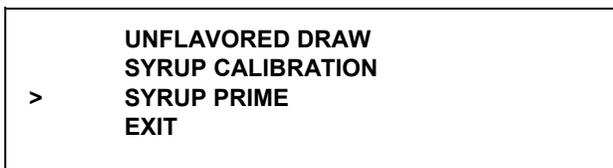

図34
22. AUTO キーまたは OPTIONAL FLAVOR キーを押し、カーソルを SYRUP PRIME に合わせます(図34を参照。)